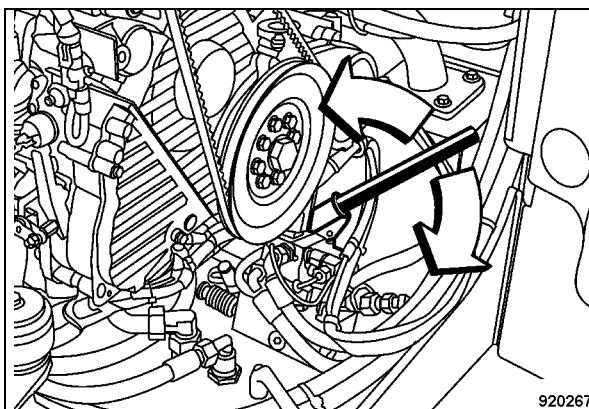

Fig. 110
- Allentare il freno azionando la pompa a mano (Fig. 110).